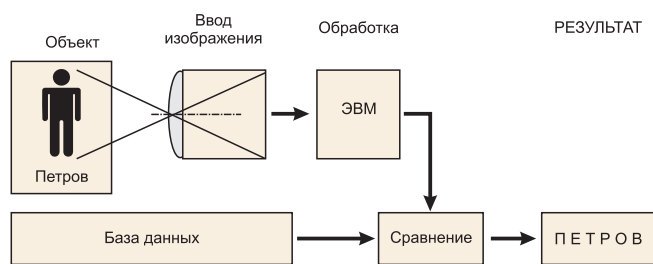

Рис. 1
1. Примерами систем узнавания могут быть системы, узнающие товар по его штрих-коду, RFID-меткам, системы распознавания номеров автомобилей, идентификации преступников по отпечаткам пальцев, деталей на конвейере и т. п. Как правило, системы узнавания являются частью более крупных систем, например, систем управления перевозками. Критерием работы систем узнавания является вероятность правильного узнавания. Система узнавания (рис. 1) включает устройство ввода изображения, БД эталонов и блок сравнения.